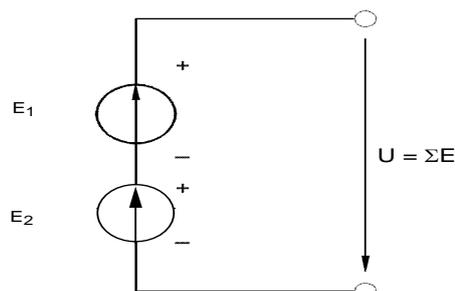

Рисунок 4.2 – Цепь с последовательным соединением источников напряжения
- Соберите цепь с последовательным соединением источников напряжения согласно схеме (рис. 4.2), используя в качестве одного из источников нерегулируемый источник 15 В, в качестве другого – регулируемый, установив на нем напряжение 5...10 В.